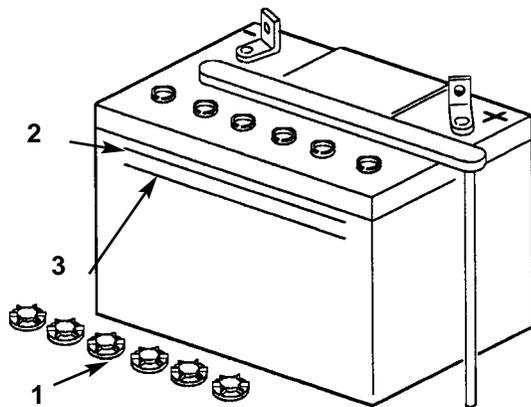

Bild 22
- Die Seite der Batterie betrachten. Der Säurestand muß die obere Linie erreichen (Bild 22). Den Säurestand nicht unter die untere Linie fallen lassen (Bild 22).
- Die Zelledeckel abschrauben (Bild 22).
Batteriegehäuse erreicht (Bild 22).